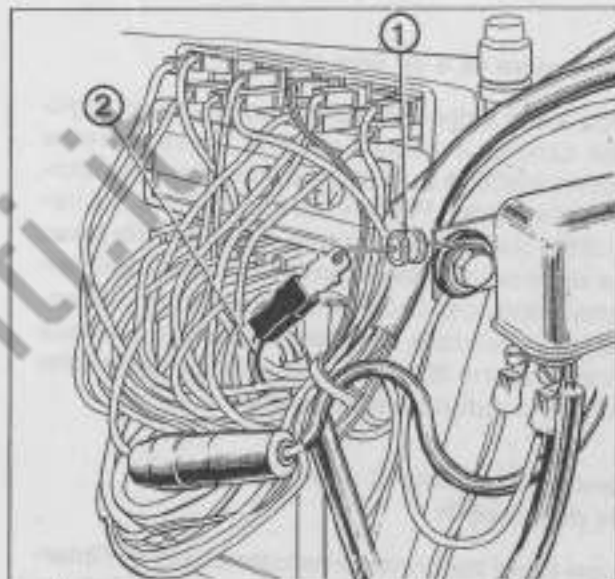

Fig. 173
- 2) Collegare un polo dello scaricatore al filo verde e l'altro a massa (vedi Fig. 173). Se facendo girare il motore con delle normali pedalate (o con il motorino di avviamento) si accende lo scaricatore, vi è una dispersione nel percorso del filo verde, se invece lo scaricatore rimane spento controllare il volano (vedi Controllo Volano) pag. 103.
- 2) Ground a post of the discharger and connect the other to the green lead (see Fig. 173). Crank the engine by means of the kickstart lever (or of the starter motor). If the discharger comes on there is a current loss along the green lead route. If the discharger remains off, it is necessary to check the flywheel (see Checking the flywheel) pag. 103.
- 1) Verificare che dal volano alternatore magnete arrivi corrente per alimentare i trasduttori. Per fare ciò eseguire la prova con lo scaricatore (vedi Fig. 173) se lo scaricatore non si accende controllare il volano alternatore magnete, se invece si accende ricollegare il faston verde alla morsettiere e passare alla prova 2.
- 1) Make sure that current is supplied from the AC flywheel magneto to the transducers. Carry out the test with the discharger (see Fig. 173). If the discharger does not come on, check the AC flywheel magneto. If it comes on, connect the green lead to the connector box and proceed to following test.